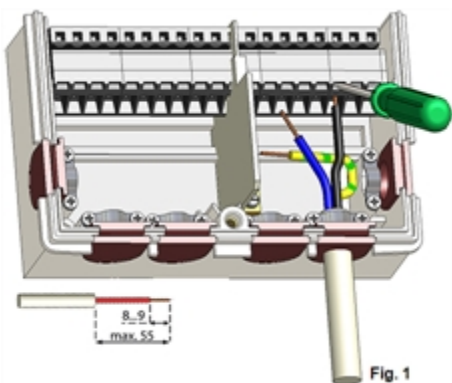

Fig. 1
2. Dénuder les câbles au max. de 55 mm, les introduire, monter les serres-câble, isoler les embouts sur 8 à 9 mm (Fig.1)